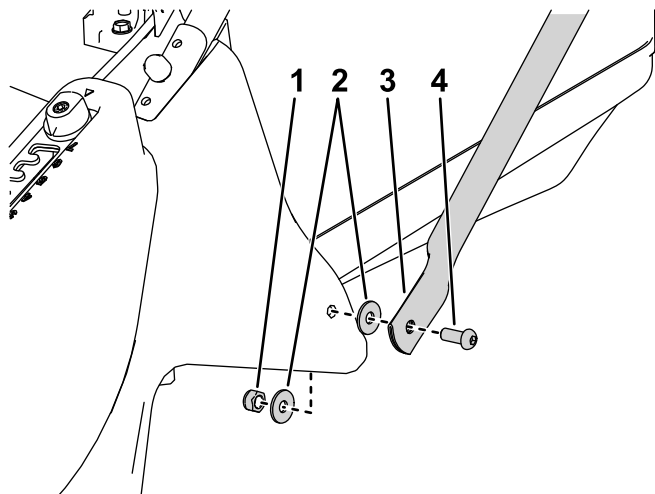

Figura 5
3. Instale a parte inferior das fixações das pegas a cada lado da plataforma do cortador utilizando um parafuso, anilhas chatas no interior e exterior da plataforma e uma porca de bloqueio (Figura 5).